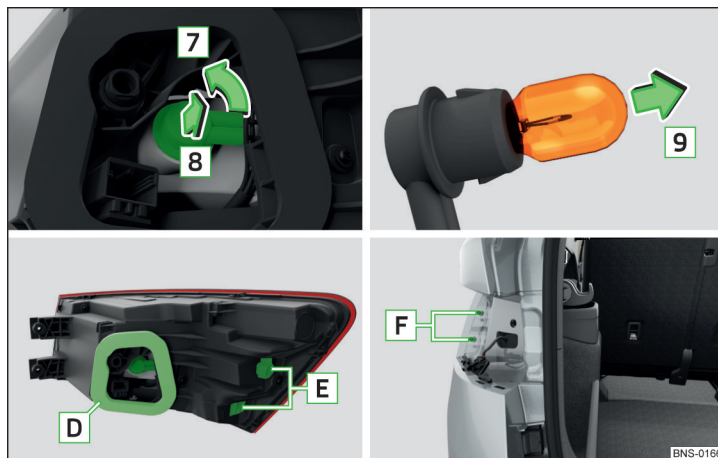

Abb. 381 Glühlampe wechseln / Leuchte einbauen
- › Die Leuchte mit den Öffnungen **E** auf die Bolzen **F** » Abb. 381 auf Seite 326 in der Karosserie stecken und die Leuchte vorsichtig eindrücken » **!**.
- › Darauf achten, dass bei erneutem Einbau der Leuchte der Leitungsstrang zwischen der Karosserie und der Leuchte nicht eingeklemmt und die Dichtung **D** » Abb. 381 auf Seite 326 richtig eingesetzt wird - anderenfalls besteht die Gefahr von Wassereintritt und von Beschädigung der Elektroinstallation.
- › Den Sockel mit der Glühlampe bis zum Anschlag in Pfeilrichtung **7** drehen » Abb. 381.